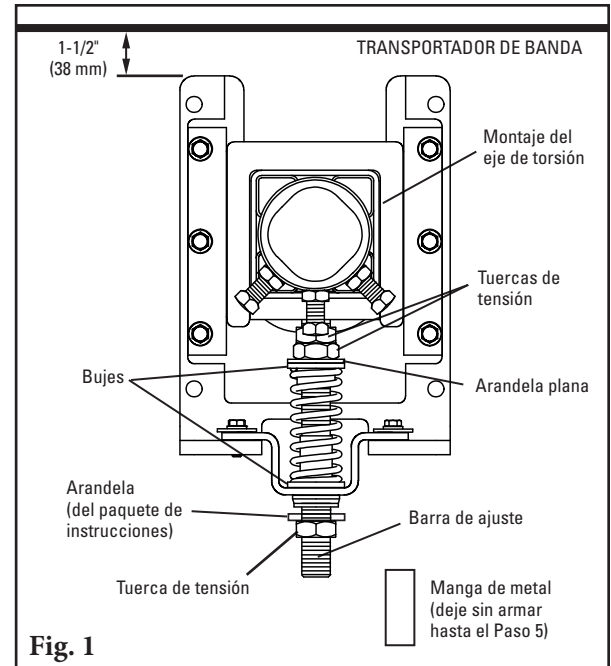

Fig. 1
- 1. Configure de nuevo el tensor estándar al estilo de empuje.** Retire las 3 tuercas de tensión, la arandela plana, los 2 bujes, el resorte, la manga y el soporte de sombrero; arme de nuevo (Fig. 1) con 2 tuercas de tensión, la arandela plana, 2 bujes, el resorte y el soporte de sombrero en el extremo superior de la barra de ajuste. Agregue la arandela (del paquete de instrucciones) y la 3ra tuerca de tensión en la parte inferior de la barra de ajuste.
- 2. Instale las bases de montaje del tensor.** Coloque las bases en la estructura o el chute para que las partes superiores de las patas de la base estén 1-1/2" (38 mm) debajo de la banda (Fig. 1).
1. **Kit de guía de desensamblar.** Quite las tuercas y arandelas de ambos lados del tensor (Fig. 1).